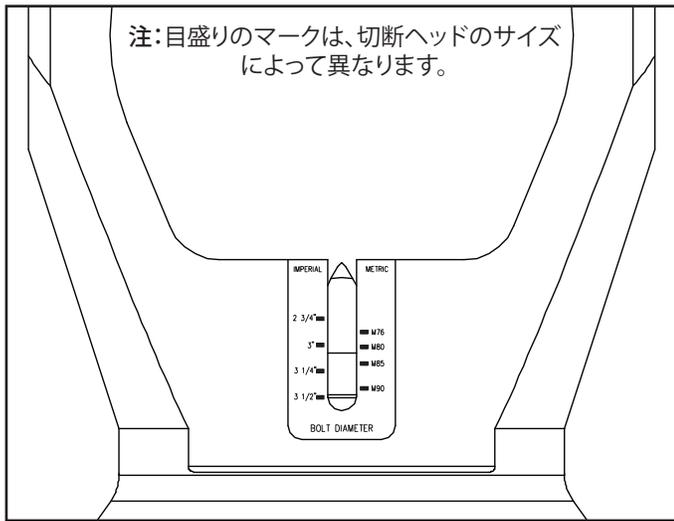

図5、ブレード切断深さ目盛り
4. ブレードホルダの赤色のマーカラインが目盛りの目的のボルトサイズのマーカラインに一致するまで、切断ヘッドを回します。図5を参照してください。